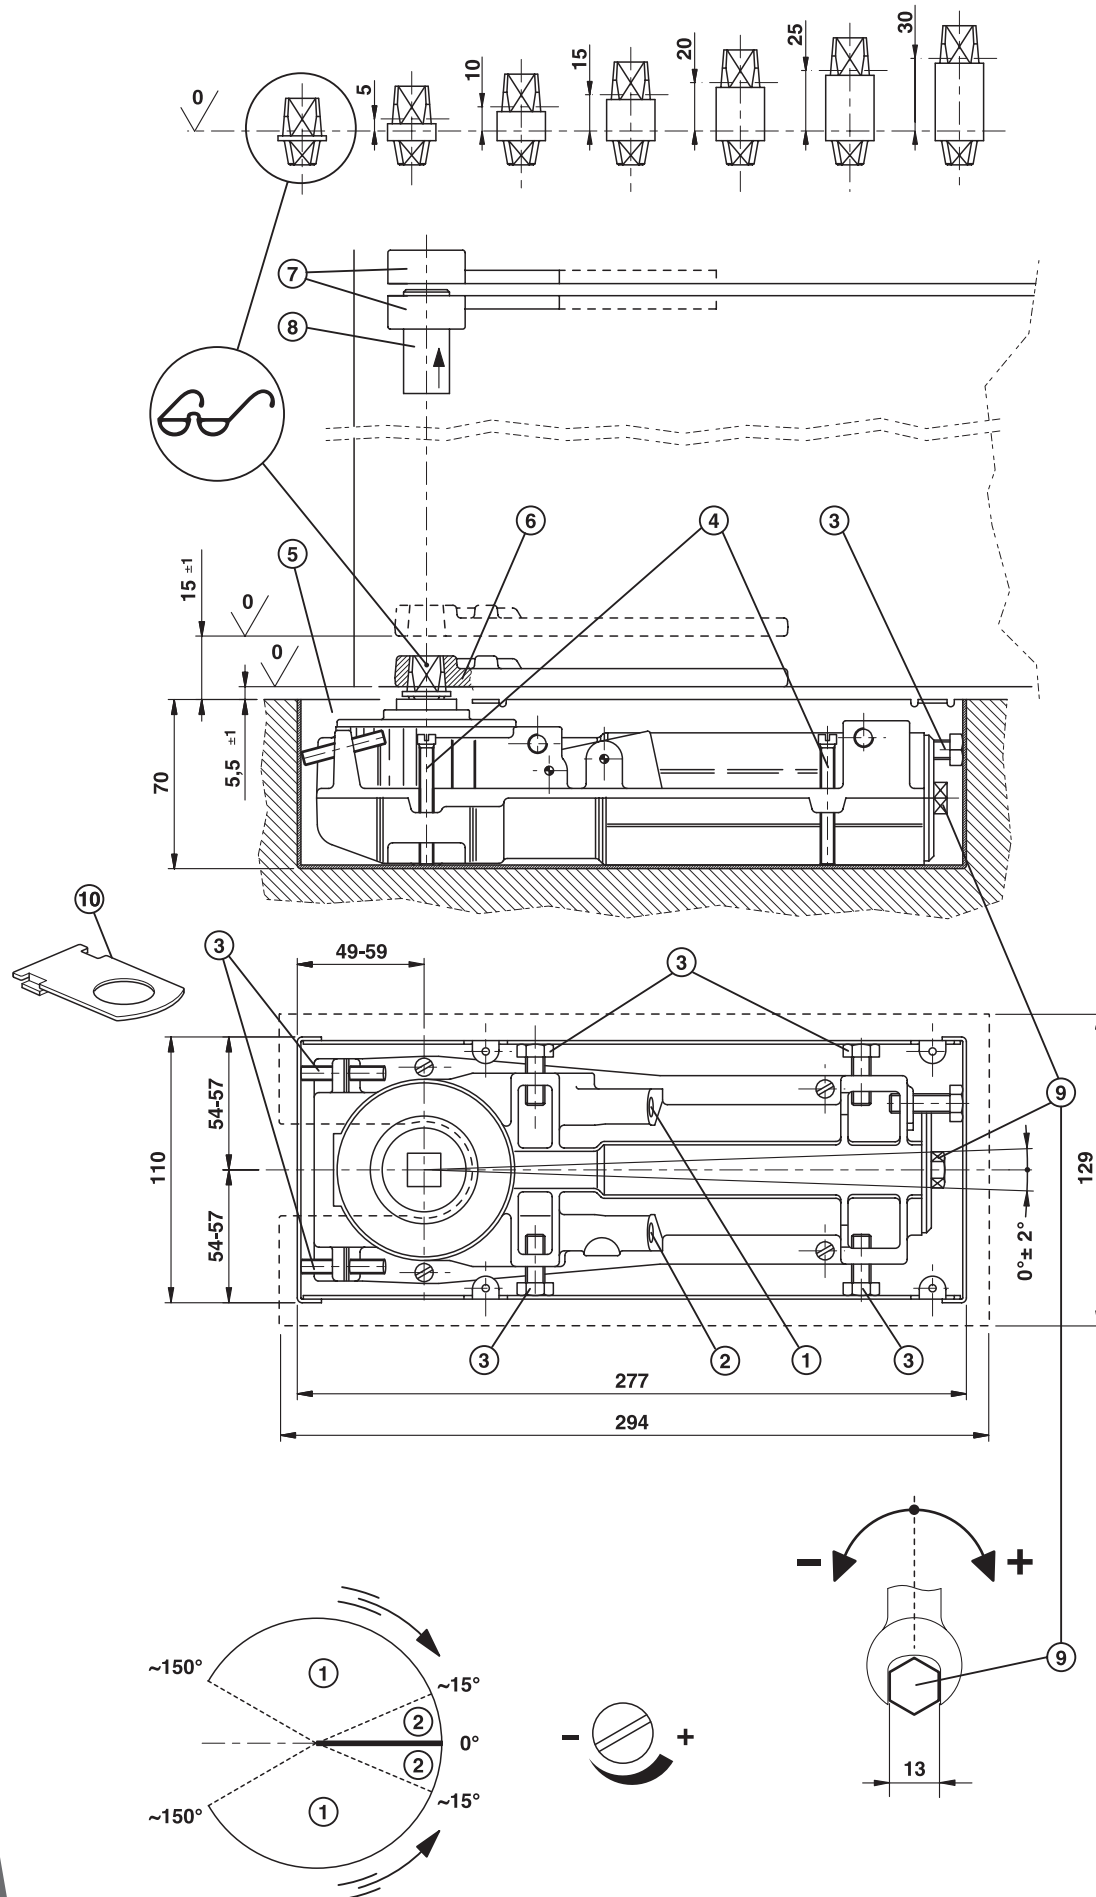

FIG. 1
- Retirar el adhesivo que cubre el alojamiento para el eje e instalarlo como se indica en la Fig.1.
- Montar en la puerta el brazo inferior (6) y superior (7) perfectamente alineados.
- Colocar la caja de instalación (5) en el agujero previamente preparado, asegurándose de que el punto central marcado en la caja está perfectamente aplomado con la pieza en el marco del brazo superior. Comprobar que la caja está al nivei del piso terminado y cementar.
- Introducir el cierrapuertas en la caja de instalación (5) y centrarlo horizontalmente con los tornillos de regulación (3). Coloque el embellecedor del eje (12) antes de colgar la puerta.
- Cerrar completamente las dos válvulas de velocidad (1) y (2), pero sin forzarlas. Utilizando una llave inglesa, girar el eje del cierrapuertas unos 60° en el sentido de apertura de la puerta. Ahora, antes de que el eje vuelva a la posición de puerta cerrada, colgar la puerta sobre el eje del cierrapuertas y conectar las piezas del brazo superior con el bulón (8). Bloquear el bulón.
- Abrir ligeramente las válvulas de velocidades (1) y (2) para permitir que la puerta se cierre. Alinear la puerta con los tornillos de regulación horizontal (3) y vertical (4). Asegurar de que la puerta no tenga puntos de fricción y de que el pivote superior (7) está a plomo con el eje del cierrapuertas.Fijar el cierrapuertas en la caja (5) apretando los tornillos (9) y (11).
- REGULACIÓN DE LA FUERZA DE CIERRE (Y APERTURA):** en la caja de instalación: Apretar los tornillos (3). Colocar las placas (9) sobre los tornillos (10). Asegurarse de que las placas apoyan perfectamente sobre el cierrapuertas. Apretar las tuercas (11) en los tornillos (10), sin excederse. Si dispone de una llave dinamométrica aplique un apriete de 10-15 Nm.
- REGULACIÓN DE VELOCIDADES:** Cerrar del todo la válvula de golpe final (2), pero sin apretar demasiado. Abrir la puerta 80° y regular a voluntad la velocidad de cierre con la válvula (1) mientras se está cerrando. Regular la velocidad final abriendo la válvula (2) suavemente. Se recomienda girar las válvulas un cuarto de vuelta cada vez, teniendo presente que partiendo de la posición cerrada, la velocidad máxima se obtiene con tres giros completos. No sobrepasar nunca este límite, ya que se podría producir una pérdida de aceite, anulando la garantía de fábrica del producto.